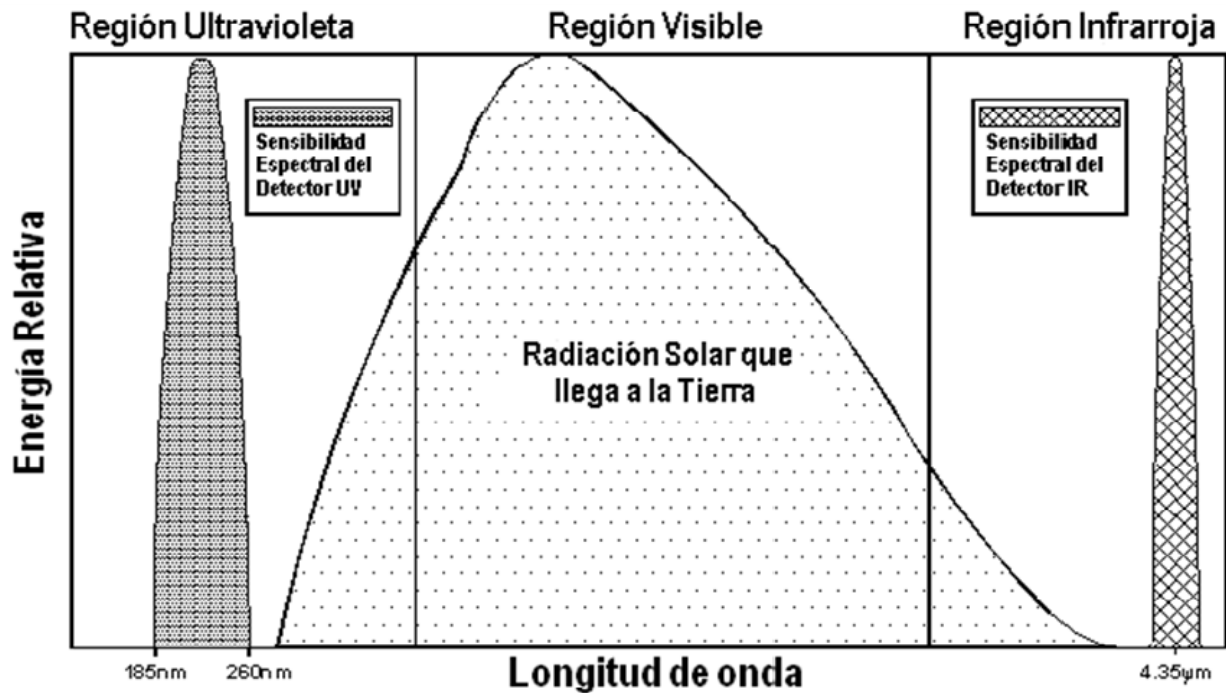

Figura 2 Respuesta Espectral de Radiaciones UV y Detectores IR
El modelo FL3111 es un Detector de Llama, que contiene una célula fotoeléctrica ultravioleta que responde a la radiación Ultra-violeta (UV) en la región de 185 a 260 nanómetros (*Figura 2*). Cuando la radiación de la flama alcance a la placa de cátodo en el tubo detector de UV, los electrones son expulsados de la placa de cátodo. Estos electrones son acelerados hacia el ánodo cargado positivamente del tubo. Chocan con moléculas de un gas ionizable, con el que se llena el tubo. Este emite más electrones y produce un estado de avalancha. Más electrones se liberan lo que crea un flujo momentáneo de electrones desde el cátodo hasta el ánodo. Esta corriente momentánea (pulso) se repite a un ritmo proporcional a la intensidad de la radiación UV
El modelo FL3110 es un Detector discriminador de UV/IR, que hace uso de una celda fotoeléctrica sensible a la radiación ultravioleta, además de un detector de infrarrojo (véase la figura 2). Esta combinación proporciona un sistema de detección de llama que es altamente inmune a las falsas alarmas